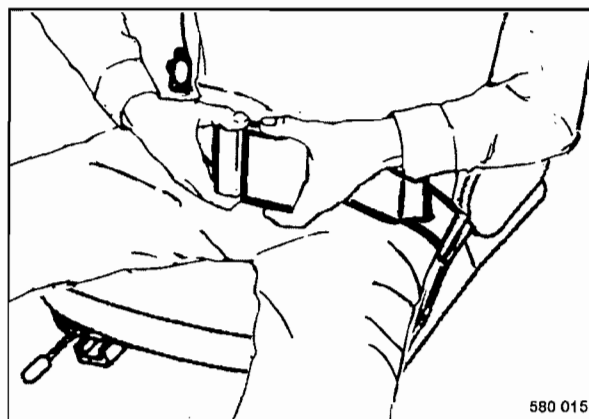

Fig. 34
- Poner el cinturón de seguridad (Fig. 34) .